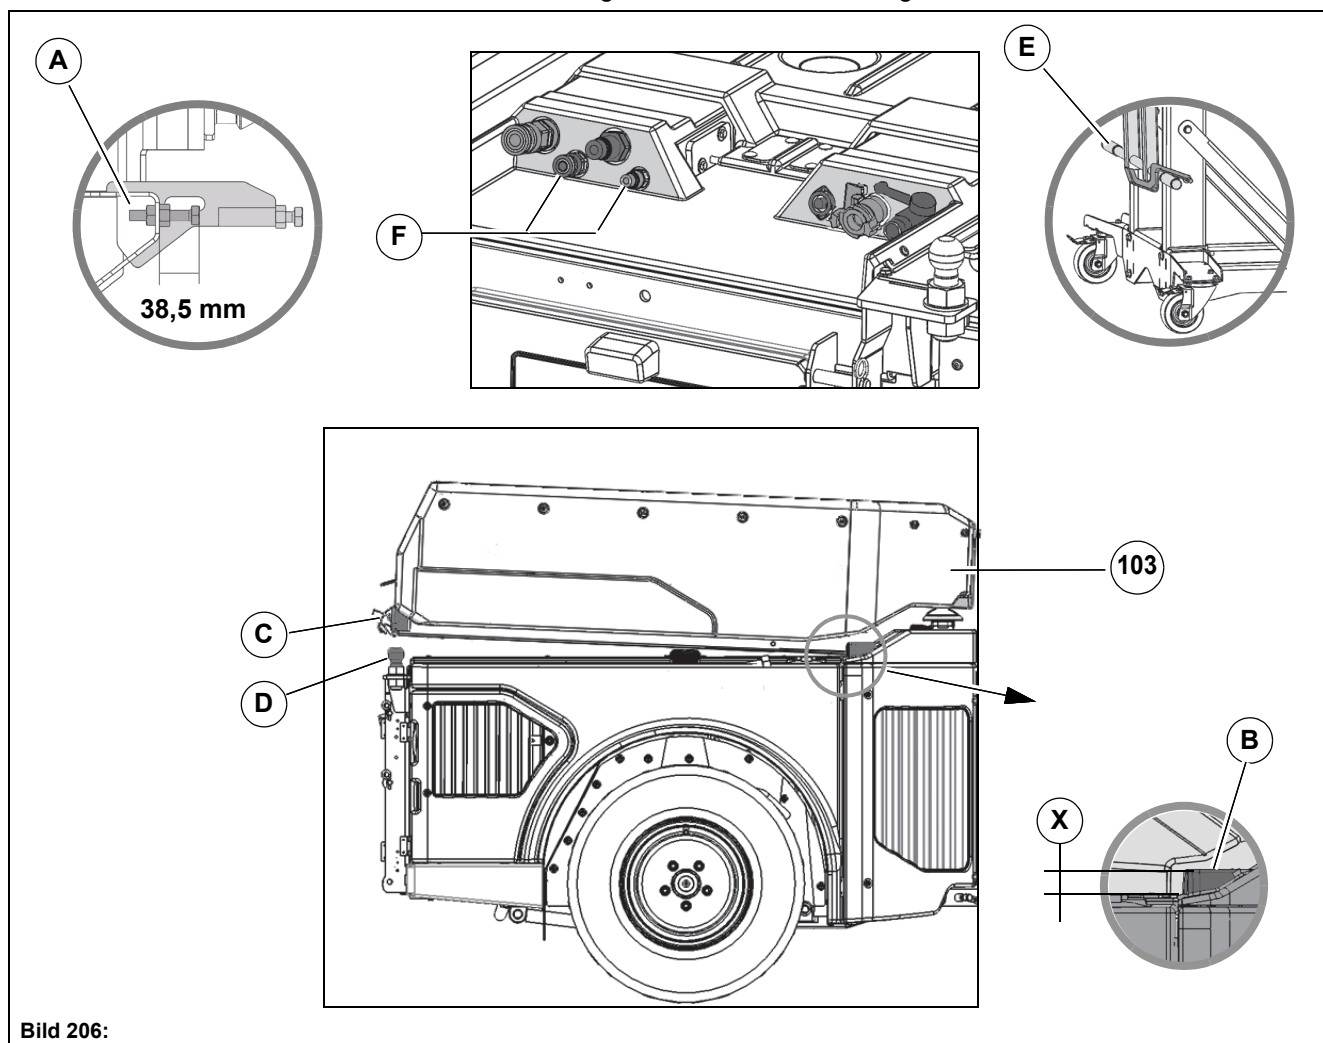

Bild 206:
- Lyfta/sänka lastflaket – matning/retur = **Bild 206-F**